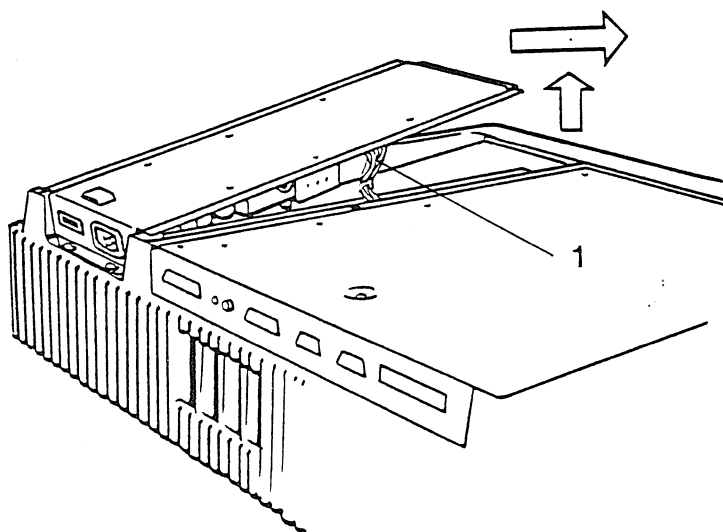

FIGURE 12
5. Soulever le bord de l'alimentation et le glisser jusqu'à ce qu'il dépasse les deux vis de montage situées à l'arrière. Retirer l'alimentation en la soulevant. (Voir la figure 12).
7. Déconnecter le connecteur de l'alimentation en pinçant les languettes puis retirer doucement (avec un mouvement de va et vient) le le connecteur. (Voir la figure 12, No 1).